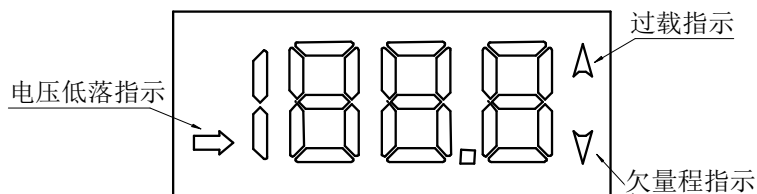
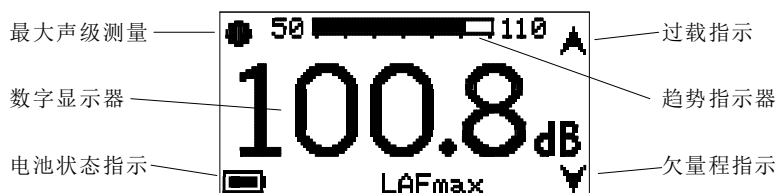

图 6 HY104 和 HY104B 型声级计显示器的字符
图 7 HY104A、HY104C、HY104D 和 HY104E 型声级计显示器的字符
- 显示器：128×64 点阵式液晶显示器，分辨力为 0.1 dB。同时显示电池电压标志、过载和欠量限标志，例图 6 和图 7。